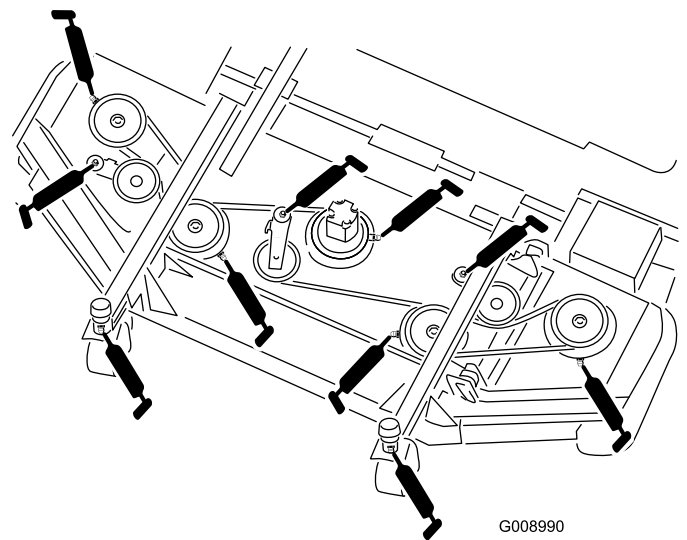

図 53
- ・ キャスタフォークのシャフトのベアリング (2ヶ所) (図 53)
- ・ スピンドルシャフトのベアリング (5ヶ所; スピンドルハウジングにある) (図 53)
- ・ アイドラアームのピボットのブッシュ (3ヶ所; アイドラピボットのシャフトにある) (図 53)